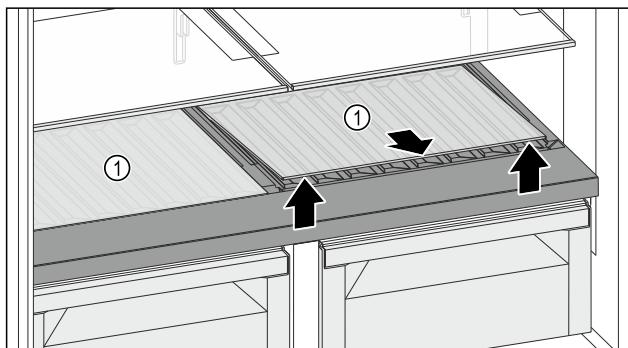

Fig. 122
- Скористайтесь пазом спереду, щоб підняти скляну полицю або обидві скляні полиці Fig. 122 (1) і вийняти їх.
- Безпечно зберігайте скляну(-и) полицю(-и) Fig. 122 (1) за межами пристрою.